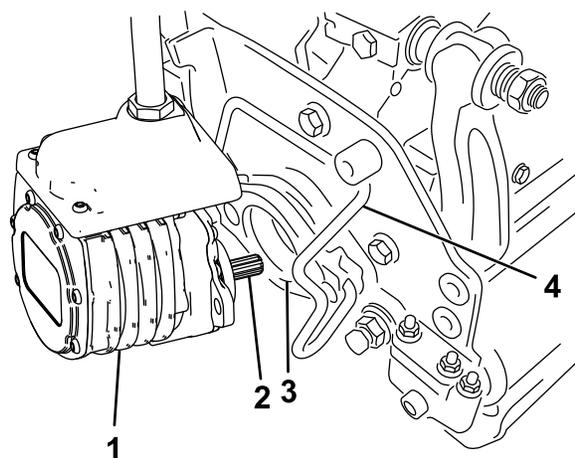

Рисунок 54
6. Нанесите на шлицевой вал электродвигателя режущего блока чистую консистентную смазку (Рисунок 54).
7. Вставьте электродвигатель в левую сторону режущего блока (если смотреть со стороны оператора) и тяните фиксатор электродвигателя на режущем блоке в сторону электродвигателя до тех пор, пока не услышите щелчок с обеих сторон электродвигателя (Рисунок 54).